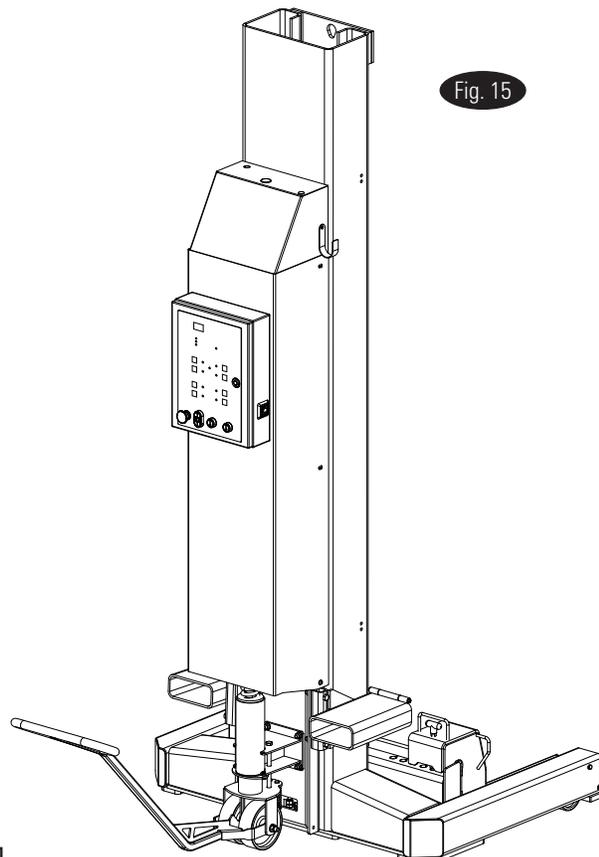

Fig. 15
- e.) Para mover la columna, asegúrese de que la columna no esté cargada, y gire el mango hacia abajo, liberando el bloqueo de la rueda, y empuje o tire del mango o de la columna mientras conduce con el mango, Fig. 15.